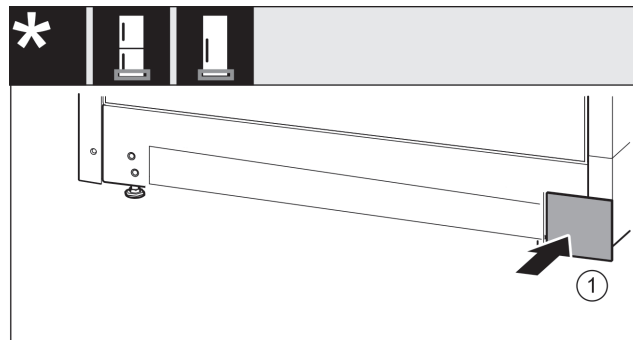

Fig. 16
- Kryt opäť nasadte na druhú stranu. Fig. 16 (1)